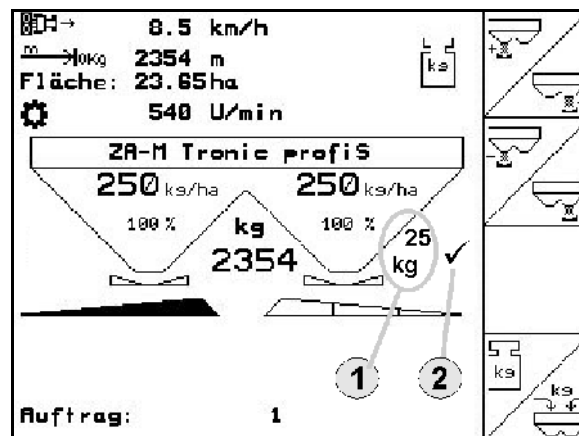

Fig. 33
- Den utspridda gödselmängden visas i arbetsmenyn (Fig. 33/1).
- På arbetsmenyn visas när 200 kg gödning har spritts ut (Fig. 33/2).